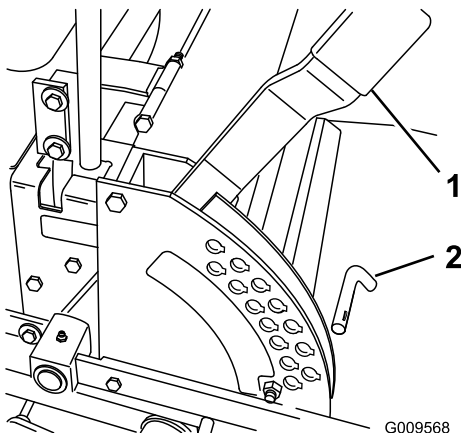

Figure 18
1. Relevez le levier de sélection de hauteur de coupe en position de transport (qui correspond aussi à la hauteur de coupe de 114 mm) (Figure 18).
2. Pour changer de hauteur de coupe, retirez l'axe de chape du support de hauteur de coupe (Figure 18).
3. Placez l'axe de chape dans le trou du support correspondant à la hauteur de coupe voulue (Figure 18).